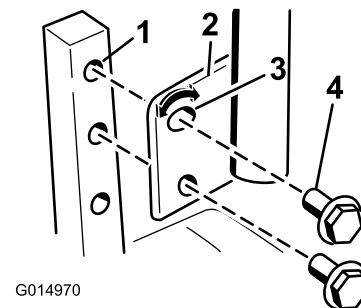

Figura 31
1. Retire los 2 pernos y las 2 arandelas que sujetan la palanca de control al brazo de la palanca de control (Figura 31).
2. Mueva la palanca al juego de taladros siguiente. Sujete la palanca con los 2 pernos y las 2 arandelas (Figura 31).